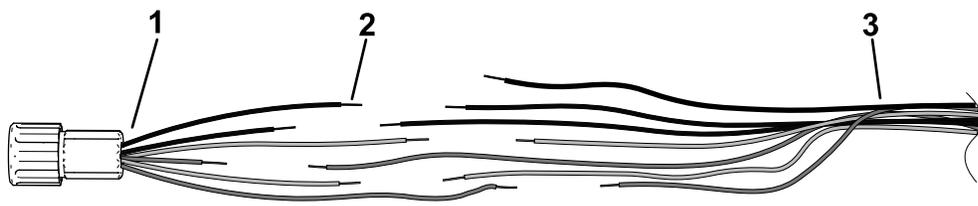

Figura 5
2. Distribuite le estremità dei cablaggi preassemblati leggermente per evitare che i giunti si trovino in un unico punto o sezione del cablaggio; fate riferimento a Figura 5.
3. Tagliate i fili sul nuovo adattatore alla lunghezza appropriata (Figura 5).
4. Rimuovete circa 9,5 mm di isolamento dai 6 fili dell'adattatore e dai 7 fili del cablaggio (Figura 5).